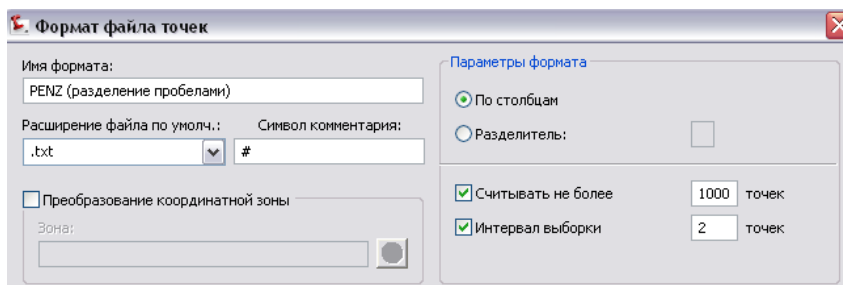

Рисунок 1. Параметры фильтрации файла точки
- 3 В диалоговом окне "Формат файлов точек" (рисунок 1) задайте опции в правом нижнем углу для ограничения общего количества точек и задания частоты выборки.